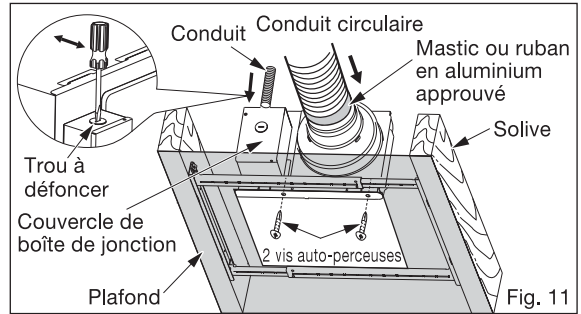

Fig. 11
3. Installez l'adaptateur au support Flex-Z Fast™ à l'aide de 2 vis auto-perceuses. (Fig. 11)